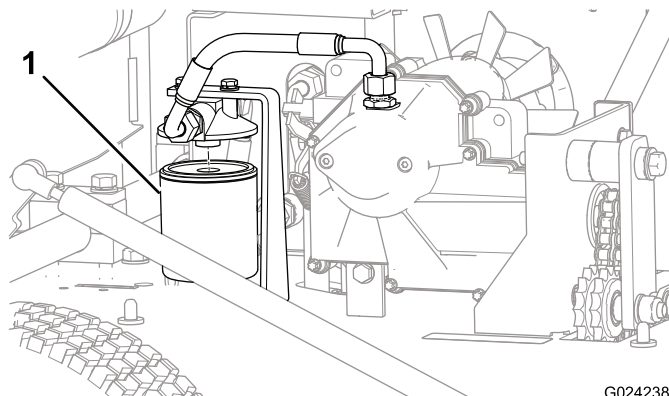

Рисунок 35
5. Поместите сливной поддон под фильтр, а затем снимите фильтр (Рисунок 35).